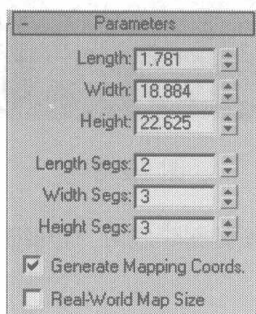
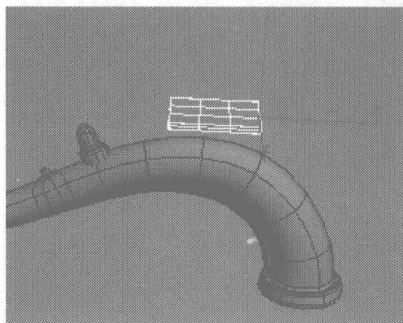

图 2.267
图 2.268
- 31** 接下来我们来制作弯管上方的菱形底座。在 创建面板的 区域，选择 **Standard Primitives** 类型，单击 **Box** 按钮，在视图中创建一立方体模型，在 **Parameters** 卷展栏中设置参数，如图 2.267 所示，模型显示如图 2.268 所示。单击右键，在弹出的快捷菜单中选择 **Editable Poly** 选项，将模型塌陷成可编辑多边形。